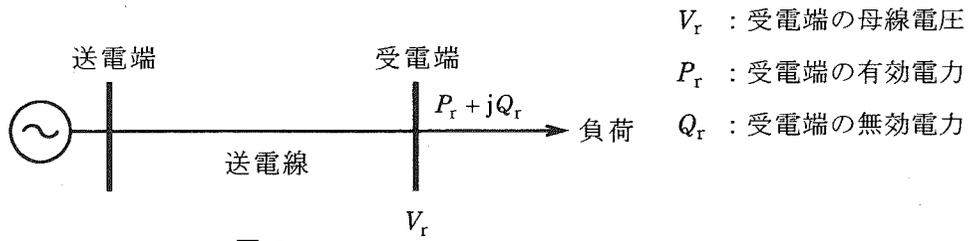
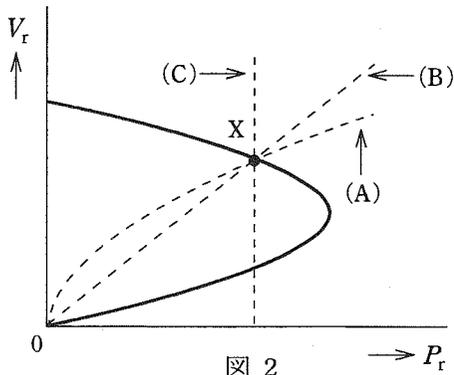

図 1
図 2
図2の実線は図1の受電端の母線における有効電力 P_r と母線電圧 V_r との関係を表した $P-V$ 曲線と呼ばれるものである。これに対して、図2の点線(A)、(B)及び(C)は受電端母線から下位系につながる負荷の3種類の負荷特性を表しており、 $P-V$ 曲線と負荷特性が交差するX点がこの系統の (1) となる。一般に、負荷の電圧特性は次の式により表される。(受電端の基準電圧 V_0 のときの負荷の有効電力、無効電力をそれぞれ P_0 、 Q_0 とする。)
ここで、 $\alpha = \beta =$ (2) のとき、この負荷の持つ電圧特性は定電力特性と呼ばれ、その特性は図2中の (3) で表される。図2において定電力特性の負荷が増加すると、 (3) は (4) するため、負荷の増加が大きいと $P-V$ 曲線と交差しなくなり、電圧不安定要因の一つとなる。